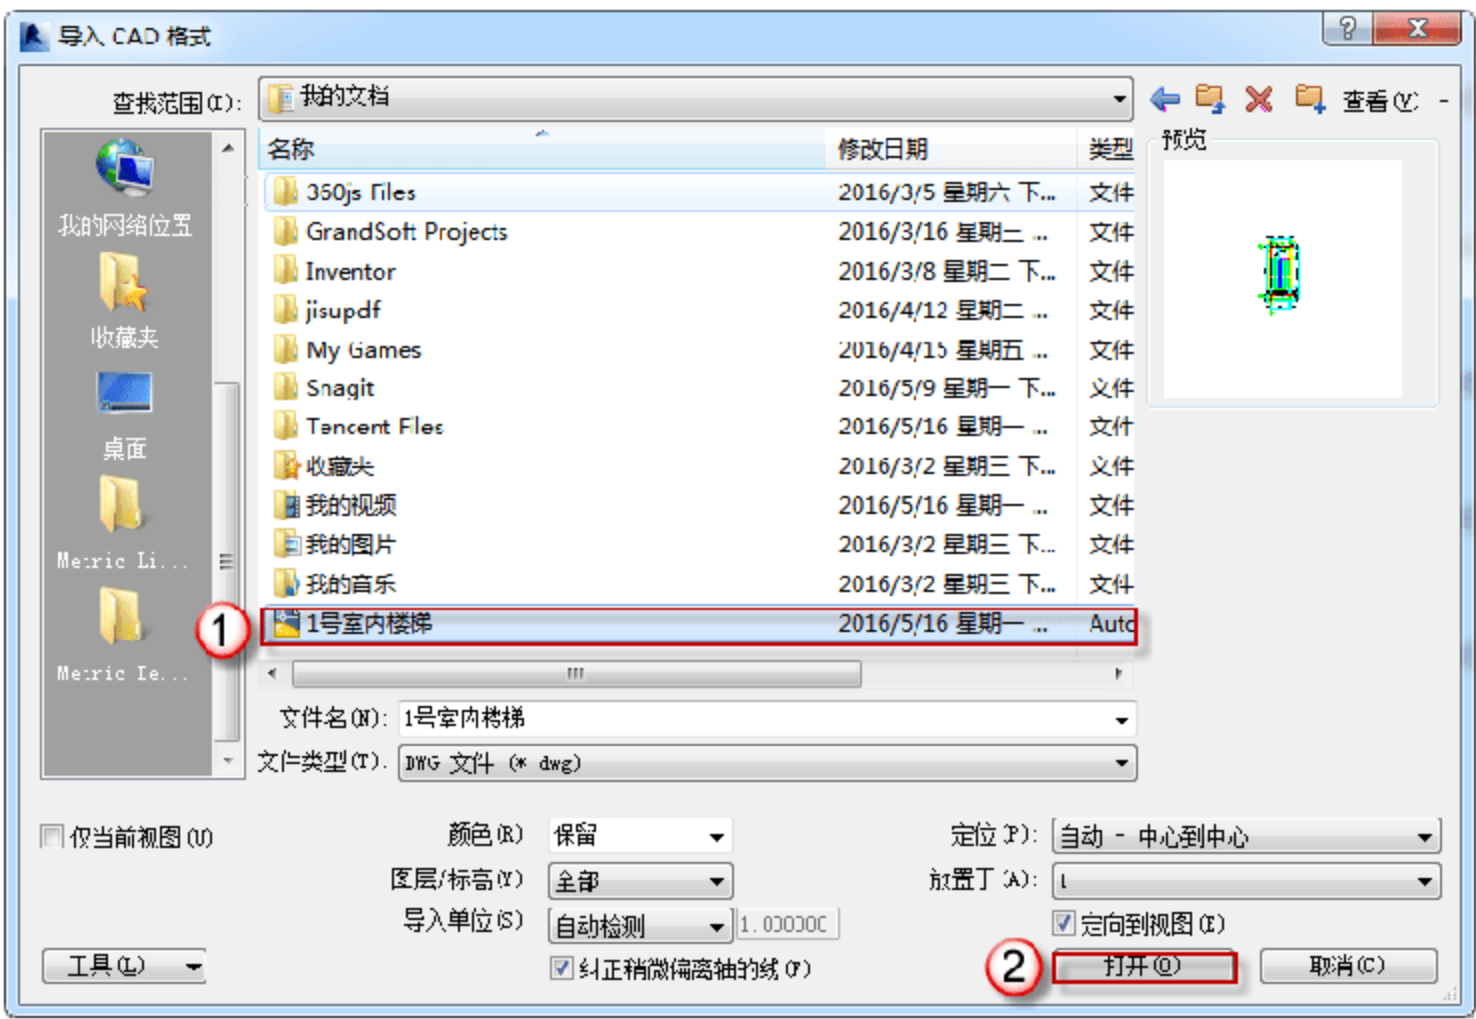
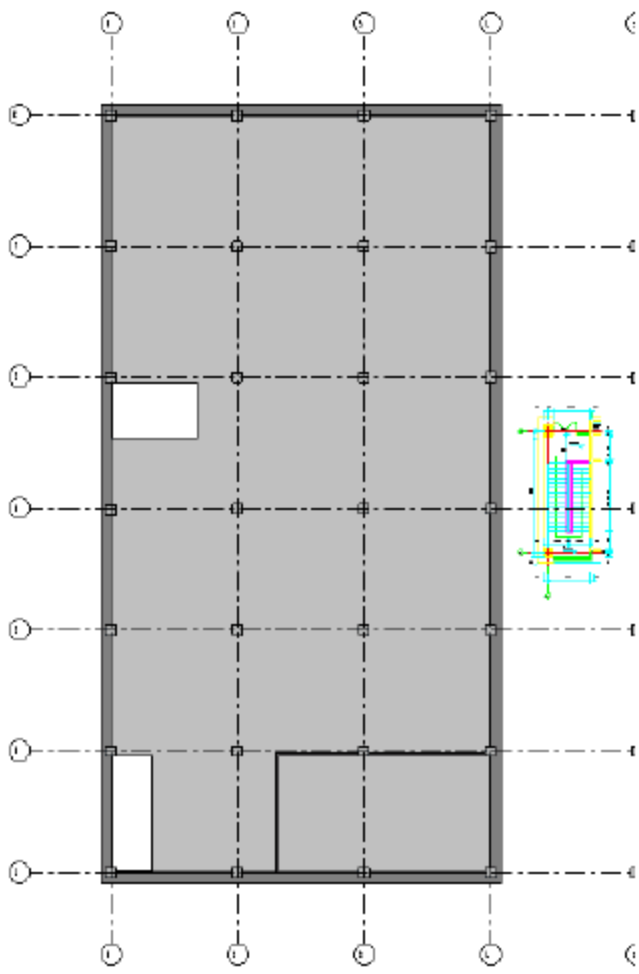

图 11.2.3 插入 1 号室内楼梯 CAD 图
图 11.2.4 插入 CAD 后效果图
(4) 导入 CAD 底图。选择“插入”→“导入 CAD”命令，如图 11.2.3 所示。将配套资源中的“1 号室内楼梯.dwg”文件导入到项目的一层平面中，成功导入后，效果如图 11.2.4 所示。